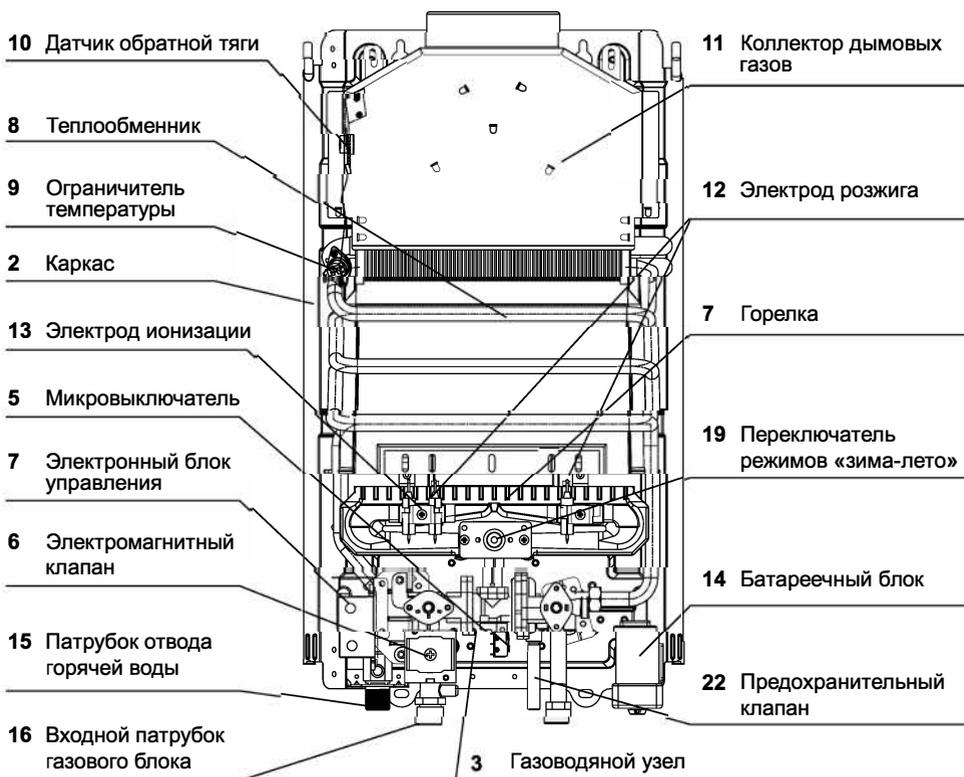

Рис. 1
Составные части изделия, поясняющие принцип устройства аппарата и требующие технического обслуживания во время эксплуатации, показаны на рис. 1.
2.7.1 Газовый проточный водонагреватель настенного типа имеет прямоугольную форму, образуемую съемной облицовкой **1**, установленной на каркасе **2** (см. рис. 1).
Газоводяная арматура 3 (см. рис.1) предназначен для включения аппарата и обеспечения регулирования температуры воды и расхода газа. Узел состоит из двух регуляторов: водяного и газового. Конструкция регулятора водяного обеспечивает доступ газа к основной горелке только при наличии протока воды, одновременно обеспечивая срабатывание электромагнитного клапана **6** (см. рис. 1).
- 3) открыть кран горячей воды. Во время протока воды должен произойти искровой разряд между электродами розжига 12 и горелкой 7 (см. рис. 1).